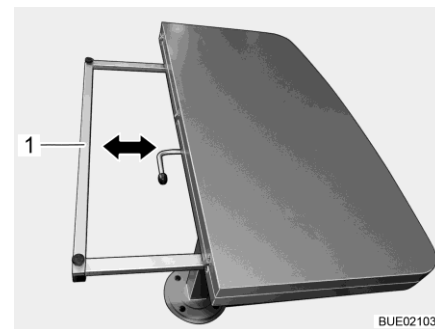

Bild 134 Förminska bordsskiva
■ Håll stödramarna (Bild 134,1) på båda sidor och skjut den jämnt under bordsskivan tills den stannar.